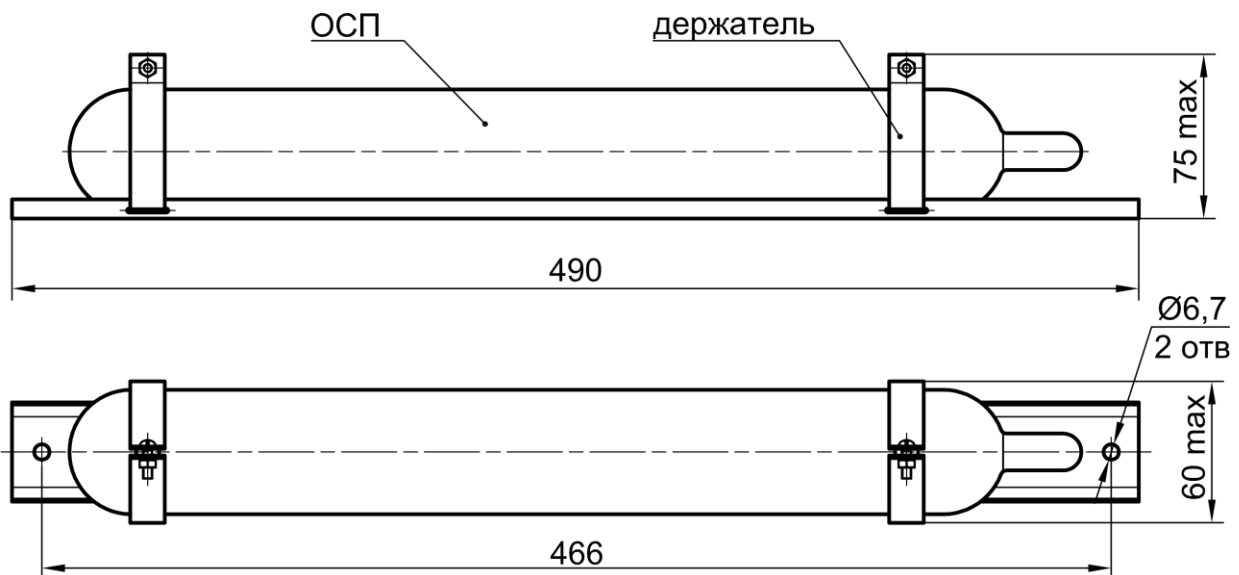

Рисунок 2.3 - ОСП с держателем М
- М - для подвижного состава метрополитена, см. рис. 2.3;
6.5 ОСП с держателями М или м/ф монтируются на горизонтальных конструкциях или потолке при помощи шурупов, болтов и т.п. Координаты крепежных отверстий держателей см. рис. 2.3 и 2.4.